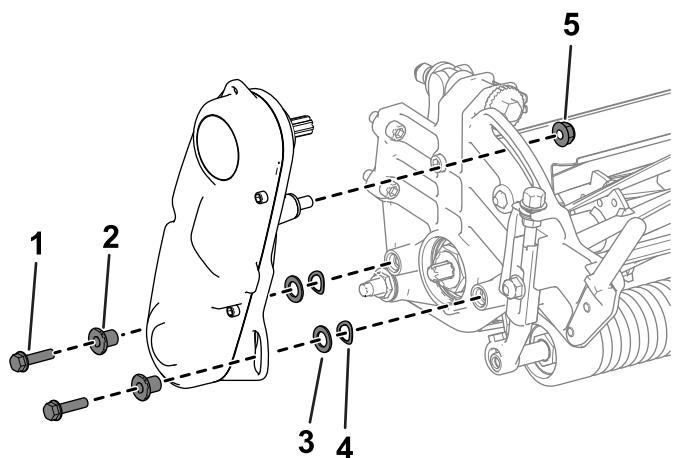

Figure 44
2. Retirez les fixations qui maintiennent le système d'entraînement du cylindre sur la plaque latérale (Figure 44).
3. Déposez le système d'entraînement du cylindre, les rondelles plates, les rondelles élastiques et les entretoises de la plaque latérale (Figure 44).